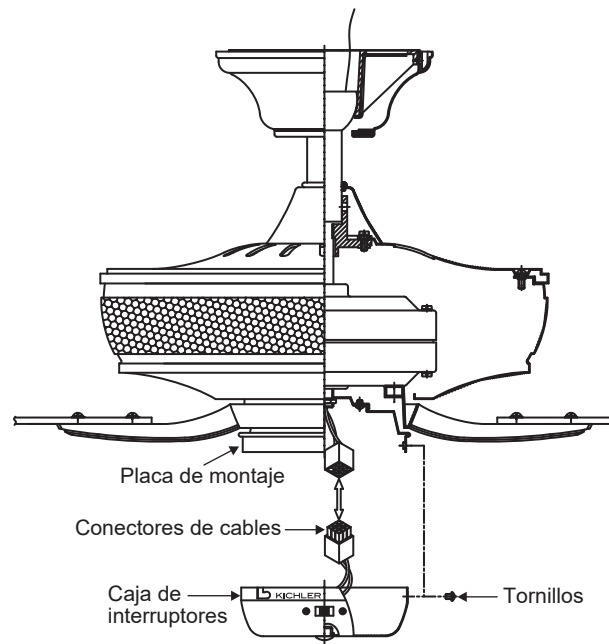

Fig. 18
Paso 2. Empuje con cuidado todos los cables dentro de la caja de interruptores. Acople la caja de interruptores a la placa de montaje con los tornillos proporcionados. Asegúrese de que cada tornillo esté bien ajustado. (Fig. 18)